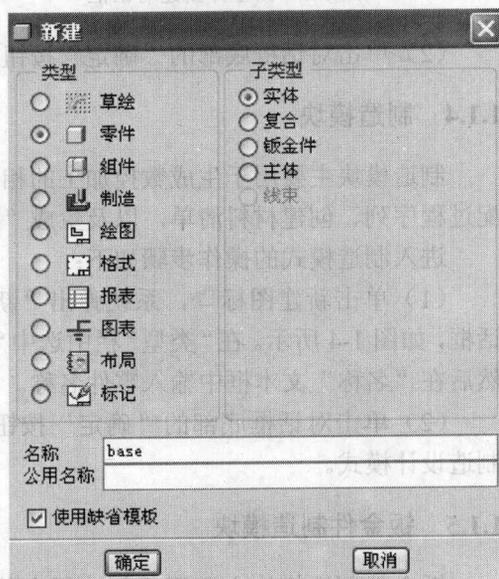

图 1-1 新建对话框
(1) 在“零件建模”中，可以通过基于实体特征的建模从草绘创建零件，还可通过直接、直观的图形操作建立和修改零件。
(2) 进入零件模式的操作步骤如下：在桌面快捷方式中启动 Pro\ENGINEER，单击新建图标 ，系统弹出“新建”对话框，如图 1-1 所示。在“类型”栏中选中 零件，然后在“名称”文本框中输入零件名称“base”，单击“确定”按钮进入软件的主画面。
(3) 由于在国家标准中使用毫米 (mm)、牛顿 (N)、秒 (s) 等作为设计单位，所以应该使用“mmns_part_solid”模板作为零件设计的模板。